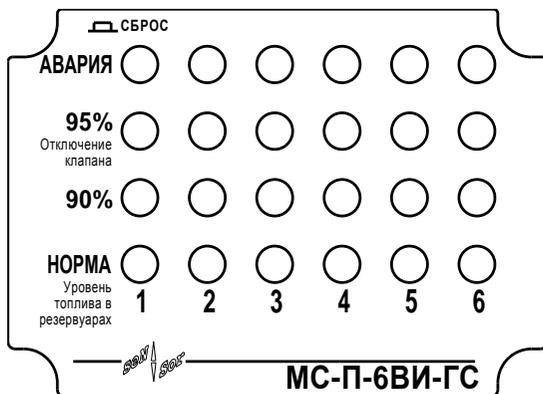

Рисунок 3
2.2.4 Назначение элементов прибора индикации МС-П (рисунок 3):